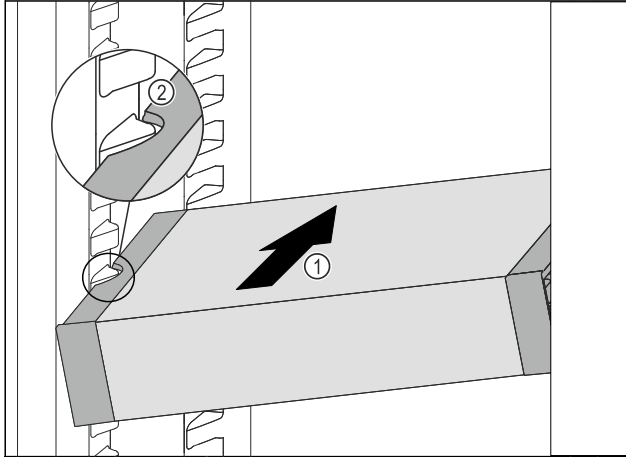

Fig. 99
- VarioSafe wsunąć ukośnie do chłodziarki Fig. 99 (1), aż boczne wycięcia Fig. 99 (2) VarioSafe będą się znajdować na wysokości żeber pojemnika w chłodziarce.